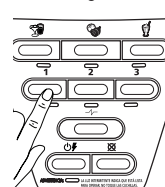

Fig. 25
1. Presione este botón para poner el artefacto en funcionamiento a velocidad baja (Fig. 25).